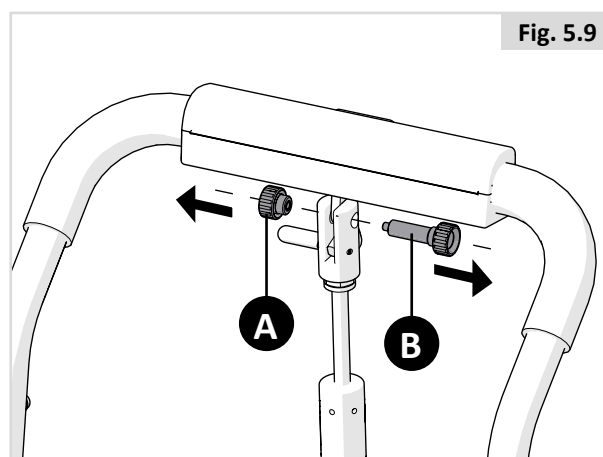

Fig. 5.9
Para plegar el respaldo (corresponde al respaldo ajustable manual y al respaldo reclinable eléctrico), suelte el tornillo de plástico (A) y extraiga el otro tornillo y el eje (B) (Fig. 5.9).